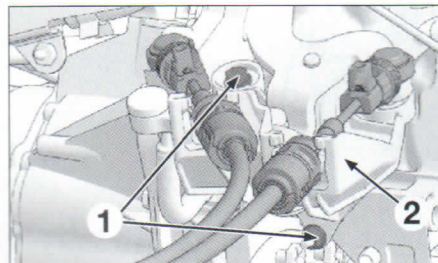

FIG. 46
- Desmontar las fijaciones (1) del soporte de mando de las velocidades (2) (fig. 46) y separarlo.